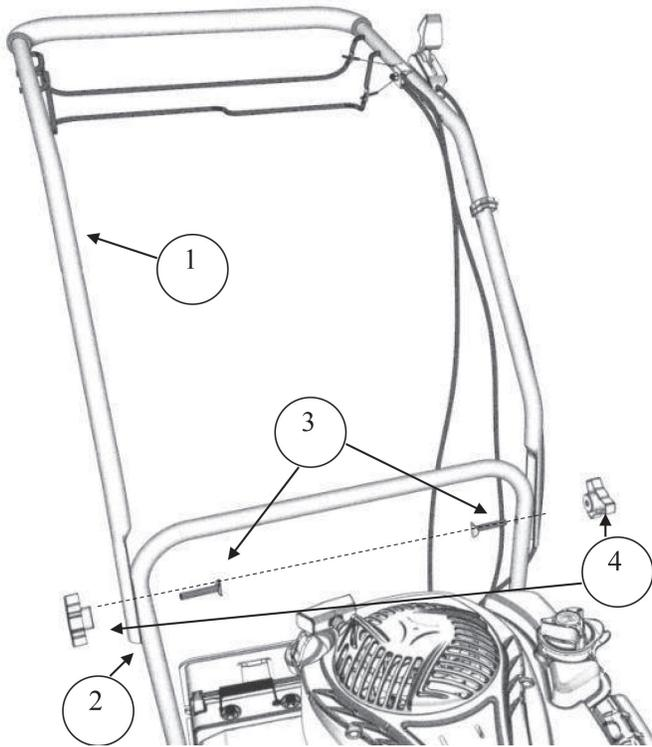
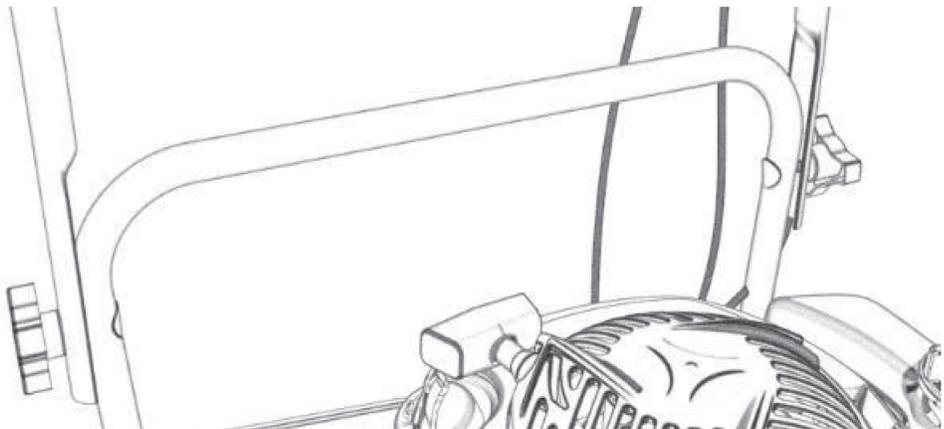

Рис. 8
Рис. 9
- Присоедините верхнюю часть рукояток (1) на нижнюю часть (2), совместив крепёжные отверстия (рис. 8)
- Вставьте два болта М8х46 (3) в совмещённые отверстия, закрепив их резьбовыми ручками (4).
- Затяните болты, зафиксировав рукоятки (рис. 9)